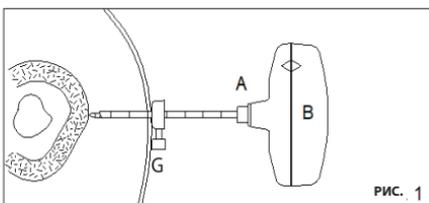

РИС. 1
РИС. 1 В зависимости от глубины кости, к которой нужен доступ, отрегулируйте глубиномер (G) на режущей канюле (A) до соответствующей сантиметровой отметки и затяните, чтобы обеспечить визуальную направляющую. Вводите, поворачивая собранную режущую канюлю и стилет с трокарным наконечником (A+B) против часовой стрелки до контакта с костной поверхностью. Примечание 1: Для защиты мягких тканей во время ввода необходимо применять вращение против часовой стрелки.